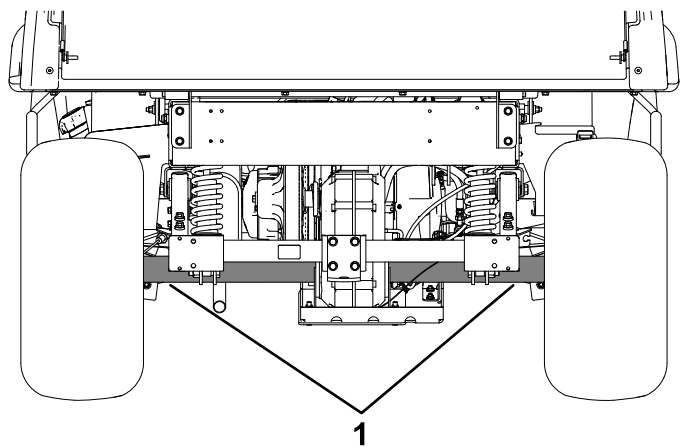

Figura 20
- O ponto de elevação traseiro encontra-se por baixo das bainhas do diferencial (Figura 20).